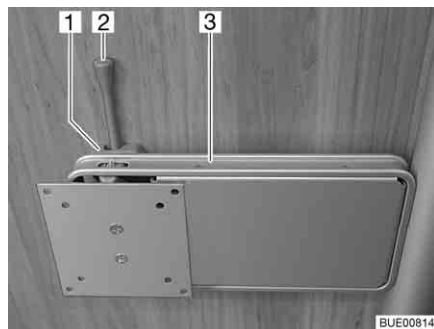

Fig. 74 Supporto su colonna
- Spingere di lato la leva di sbloccaggio (Fig. 74,2) e ruotare il supporto (Fig. 74,3) con lo schermo piatto nella posizione desiderata.
- Riportare indietro lo schermo piatto finché il supporto (Fig. 74,3) non si innesta nel bloccaggio (Fig. 74,1).